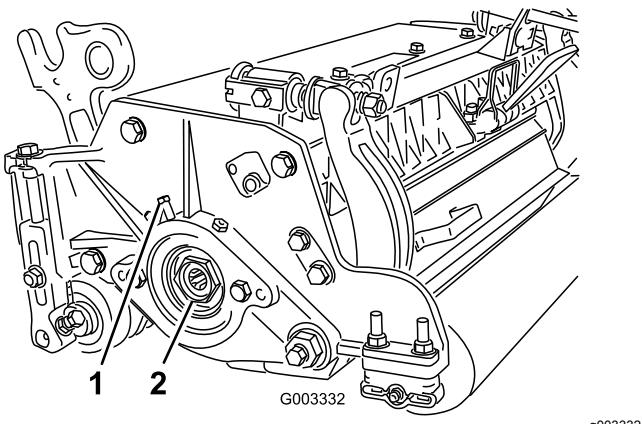

Figura 31
- Afloje el tornillo de fijación exterior que sujetla la tuerca de ajuste del cojinete al alojamiento del cojinete situado en el lado izquierdo de la unidad de corte (Figura 31).